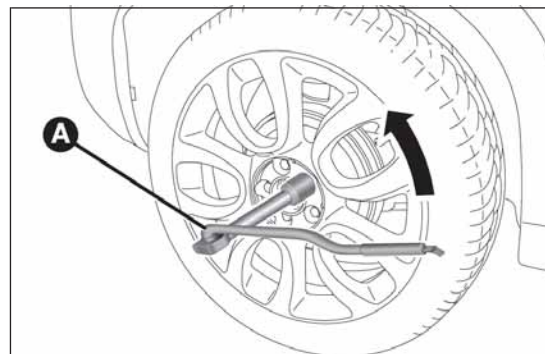

fig. 156
- ☐ tomar la llave A fig. 156 y aflojar una vuelta los tornillos de fijación. Para las versiones con llantas en aleación, mover el vehículo para facilitar la separación de la llanta del cubo de la rueda;
- ☐ introducir la llave A fig. 156 en el gato para extenderlo, hasta que la parte superior B se introduzca correctamente en el larguero C (a la altura de la marca ▽ indicada en el mismo larguero);
- ☐ tomar la llave A fig. 156 y apretar a fondo los tornillos de fijación;